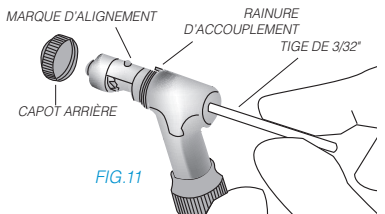

FIG. 11
- À l'aide d'une tige de 3/32", appuyez sur l'ancienne cartouche depuis l'arrière de la tête afin de la faire sortir du logement (Fig. 11).